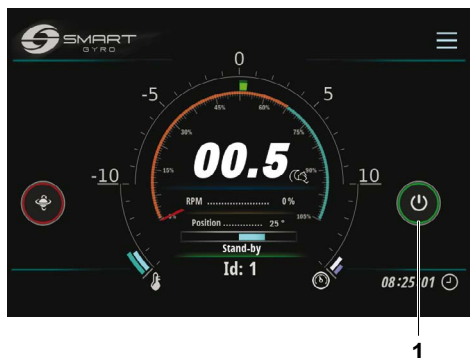

Figura 4
3. Premere l'icòna Power (ON/OFF) (Figura 4, (1)) per accendere l'unità giroscopica.